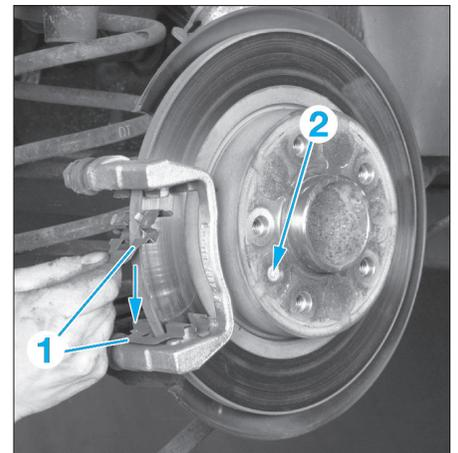

FIG. 9
- les agrafes (1) de guidage des plaquettes (Fig.9),
- la vis de maintien du disque de frein (Fig.9),